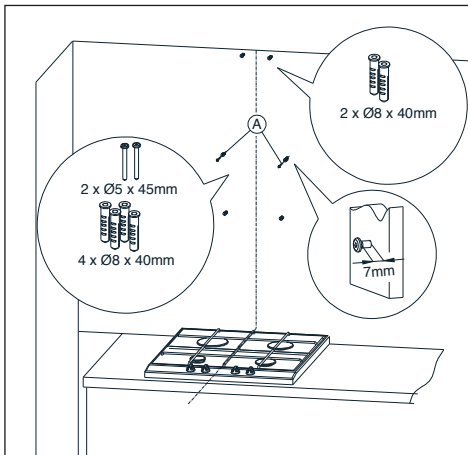

Abb.11 Montage des Schraubverschlusses
2. Stecken Sie den Schraubverschluss in die Öffnungen. Schrauben Sie in zwei mit A gekennzeichneten Öffnungen auch die Schrauben fest (lassen Sie 7mm Schraubenlänge außerhalb des Schraubverschlusses, Abb. 11).